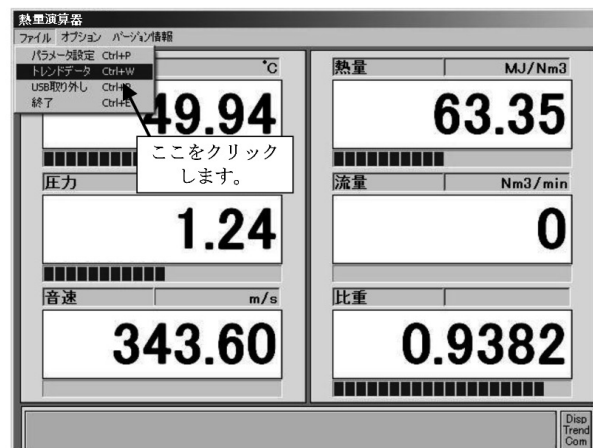

図 9.5.5 トレンドデータ
1. メニューの「ファイル」をクリックすると、図9.5.5のような状態となります。